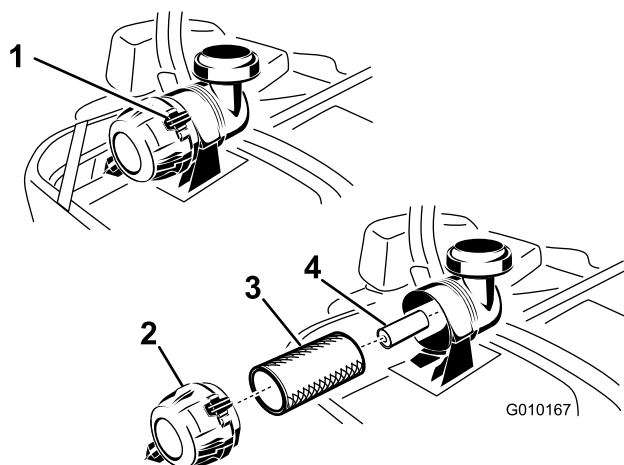

Figure 51
3. Appuyez sur les attaches du filtre à air pour les ouvrir et détachez le couvercle du boîtier du filtre à air (Figure 51).
5. Sortez le préfiltre du boîtier du filtre avec précaution (Figure 51). Évitez de cogner l'élément à l'intérieur du boîtier.
1. Ne nettoyez pas l'élément en papier ; remplacez-le (Figure 51).
2. Si vous remplacez l'élément secondaire, insérez-le avec précaution dans le boîtier du filtre (Figure 51).
3. Glissez ensuite le préfiltre sur l'élément secondaire avec précaution (Figure 51). Assurez-vous qu'il est bien engagé en appuyant sur le rebord extérieur.
4. Montez le couvercle, reniflez en bas, et tournez-le pour que les attaches verrouillent le couvercle en place (Figure 51).